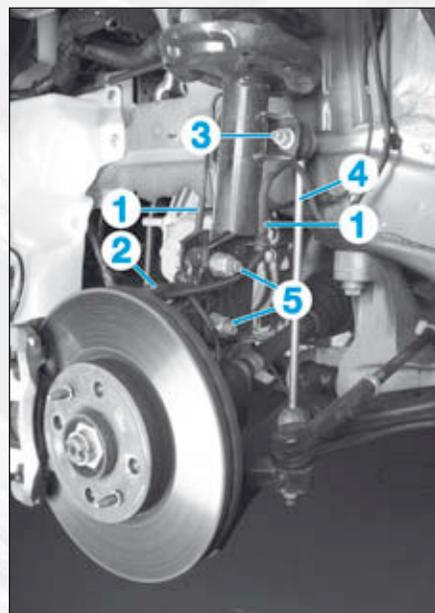

FIG.2
- Dégrafer le faisceau électrique (1) et la canalisation de frein (2) de l'élément de suspension (Fig.2).
- l'écrou (3) et extraire la biellette (4) de l'élément de suspension,
- les boulons (5) de l'élément de suspension sur le pivot,